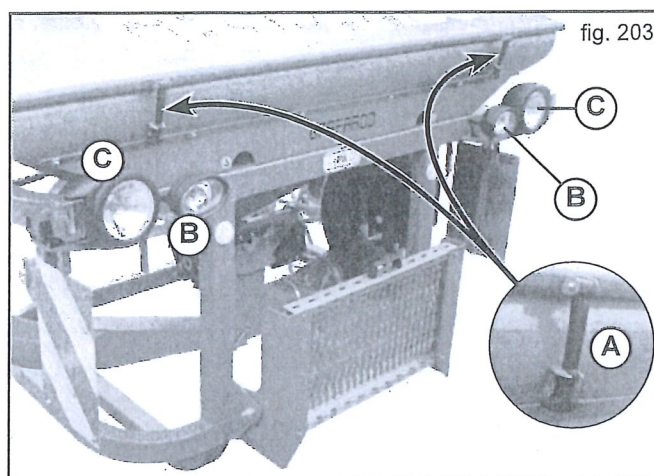

fig. 203
- 7) Kørsel på vej skal ske med tomme beholdere og med en hastighed på højst 25 km/t. Fastgør låget med den særlige lukkestang (A, Fig. 203). Kontrollér jævnlige stangens stand og skift den efter behov.
- 10) Hvis størrelsen af det udstyr, som er monteret, nedsætter synligheden af traktorens blinklys og lygter skal disse gengives på redskabet i henhold til færdselsloven i det pågældende land. Sørg for, at lygterne virker korrekt. Under kørsel på vej skal lygterne B (Figur 203) være slukkede. Justér nærlygternes retning (C, Fig. 203) i overensstemmelse med færdselsloven i det pågældende land.